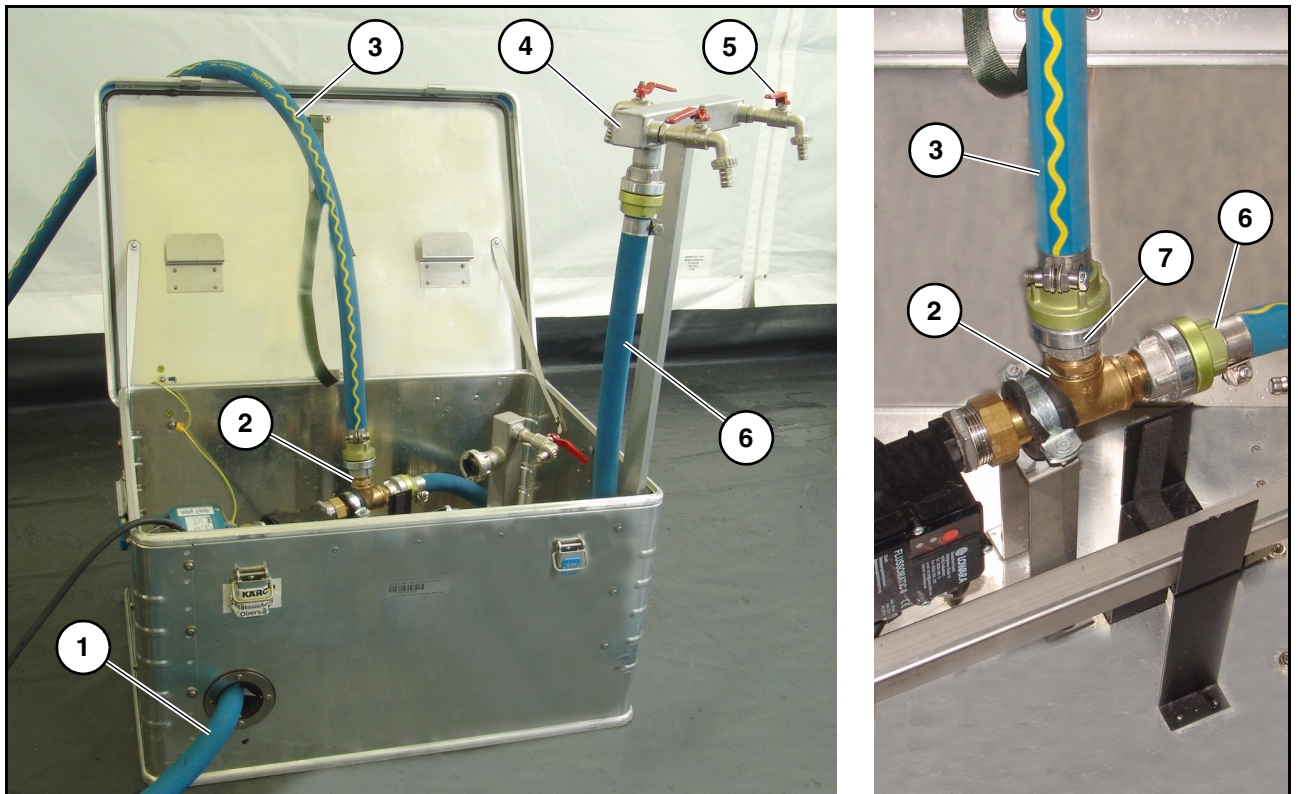

Bild 45 Trinkwasserverteilstation
5. Stromversorgung der Trinkwasserverteilstation (Bild 45) herstellen (anschließen an der entsprechenden Steckdose am Schaltschrank der WTC 1600).
7. Programmwahlschalter (44/17) auf „Wartung“ (3) stellen.
8. Schalter „Wartungsfunktion“ (44/16) auf „Desinfektion“ (4) stellen. Am SPS-Panel (44/13) erscheint „Wartungsfunktion Desinfektion gewählt“.